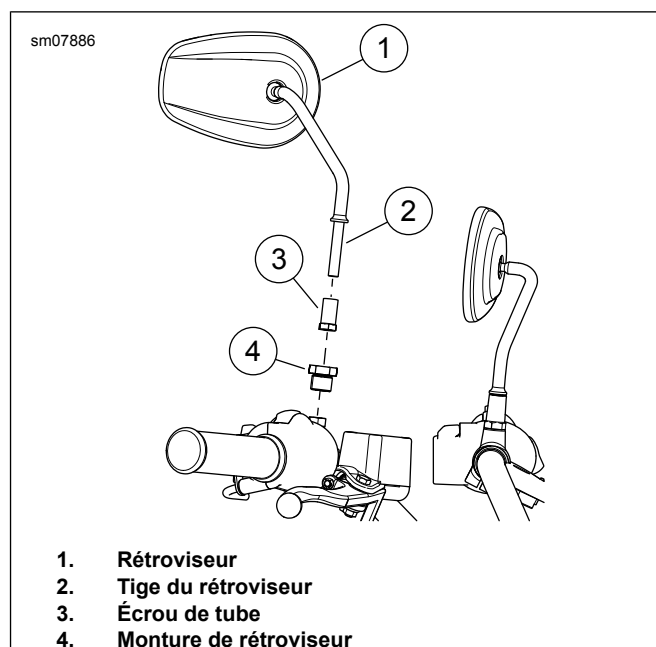

Figure 2. Rétroviseur
1. Voir la figure 2. Déposer le rétroviseur.
- a. Déposer le rétroviseur (1).
- b. Déposer l'écrou du tube (3).
- c. Déposer le montage du rétroviseur (4).
1. Voir la figure 2. Installer le rétroviseur.
- a. Poser le montage du rétroviseur (4). Serrer.